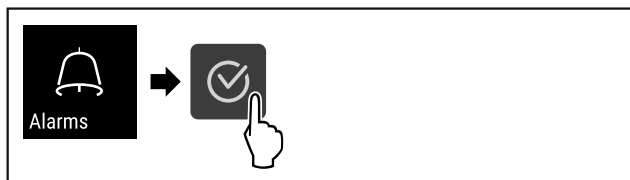

Fig. 103
- ▶ Wykonać czynności (patrz Fig. 103).